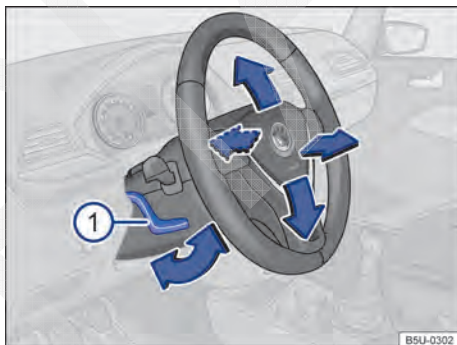

Fig. 40 Ajustar a posição do volante.
- Empurrar a alavanca → Fig. 40 ① para baixo e colocar o volante na posição desejada.